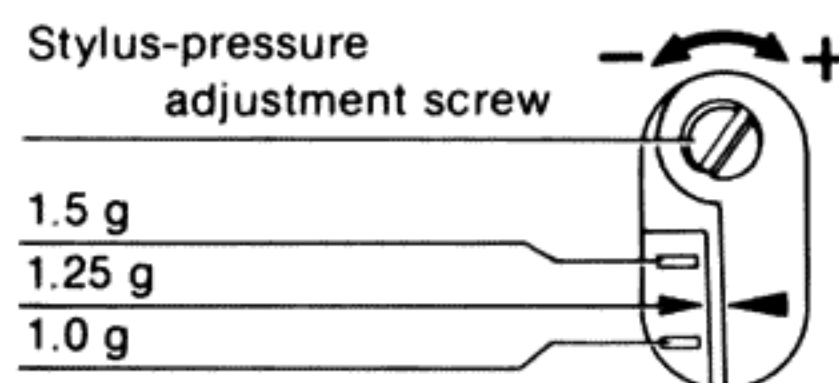

Fig. 11
**Adjustment for the stylus pressure (See Fig. 11.)**
**Justieren Sie die Auflagekraft in dem folgenden Fällen (Siehe Abb. 11.)**
## Mettre au point la force verticale d'appui de la pointe de lecture dans les cas suivants. (Voir Fig. 11)